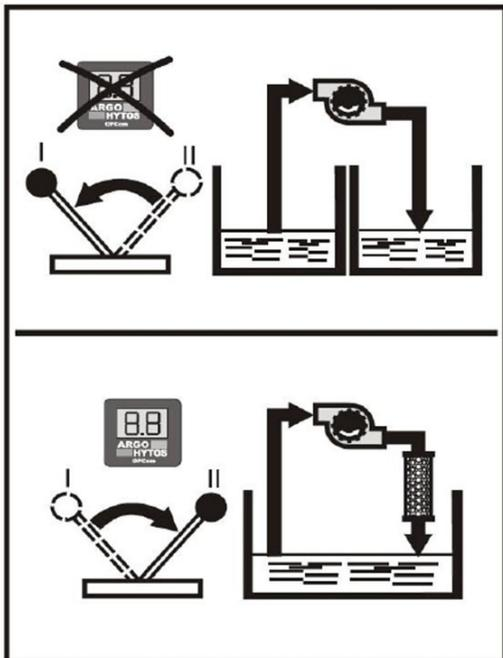

Abbildung 6: Drehschieberstellung
- › Drehschieber auf Position II (Filtern) stellen (siehe Abbildung 6).
- › Drehschieber auf Pos. I (Umpumpen) stellen (siehe Abbildung 6).